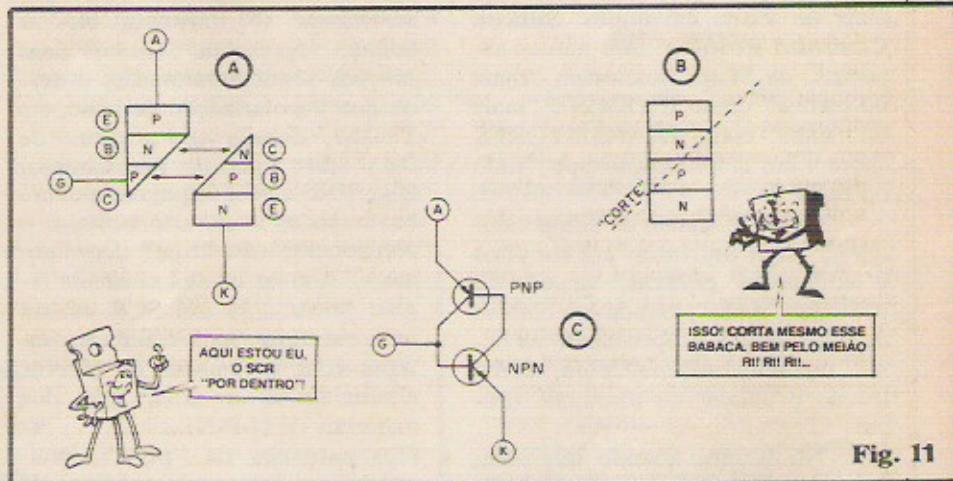

Fig. 11
- FIG. 11 - O SCR "por dentro" e por que ele funciona... Ser fizermos um "corte" hipotético, em diagonal, na "pilha" de materiais semicondutores P-N-P-N, no sentido ilustrado em 11-A e 11-B, teremos em cada "fatia" do hipotético corte, o equivalente semicondutor de um transistör PNP e um transistör NPN, cada um com seu "emissor, coletor e base"... Agora observem bem o diagrama 11-A: a "base" do "transistör PNP" encontra-se intrinsecamente ligada ao "coletor" do "transistör NPN", enquanto que a "base" do "transistör NPN" acha-se ligada diretamente ao "coletor" do "transistör PNP"! Podemos, a nível simbólico, re-esquematizar o conjunto conforme mostra o diagrama 11-C, que mostra o "círcuito equivalente" a um SCR, como se este fosse realmente formado por dois transistöres bipolares, um PNP e um NPN... Observem com atenção, que o anodo (A) do SCR, no caso, corresponderia ao "emissor do transistör PNP", o catodo (K) do SCR seria o "emissor do transistör NPN" e o gate (G) do SCR corresponderia à ligação do "coletor do PNP com a base do NPN"... Vamos, então, supor que o ponto A está ligado a uma polarização positiva, e o ponto K a uma polarização negativa... Aplicando-se ao terminal de controle G um pulso positivo (sob tensão maior do que 0,6V, para poder "vencer" a barreira de potencial natural da junção PN...), o "transistör NPN" entraria em condução, com o que seu "coletor" forneceria suficiente corrente de "base" (polarizando negativamente...) ao "transistör PNP"... Este, devidamente excitado, entraria também em con-